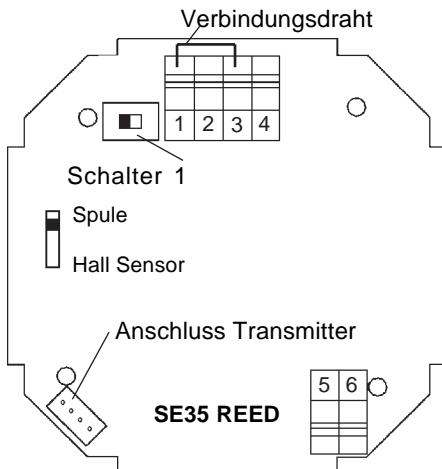
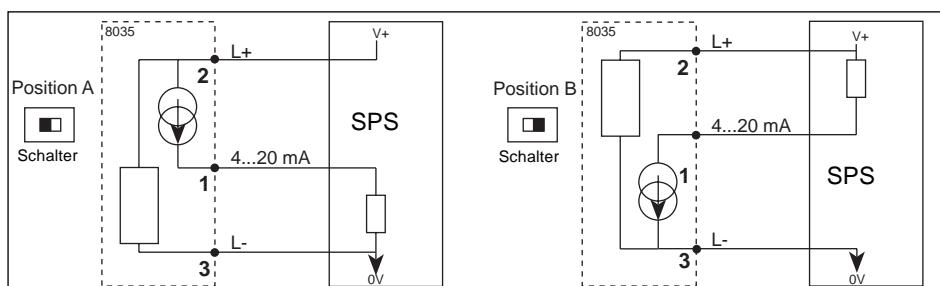

Fig. 3.9 Anschluss 8035 mit Relais REED
Fig. 3.10 Anschluss an eine SPS
Zuerst den Deckel abnehmen, das Kabel durch die PG 13,5 führen und gemäß Anschlussbelegung (Fig. 3.9) beschalten.
**Hinweis:** Anschluss an eine SPS. Entsprechend der SPS Ausführung muss der Schalter 1 auf der Platine in Position A oder B gestellt werden (siehe Fig. 3.9 und Fig. 3.10).
In diesem Fall muss der Verbindungsdräht (siehe Fig. 3.9) entfernt werden.
Wird der Stromausgang 4...20 mA nicht verwendet, muss er an den Pol 0V, mit Schalter 1 in Position A, angeschlossen werden. Hierzu dient der Verbindungsdräht (Fig. 3.9).